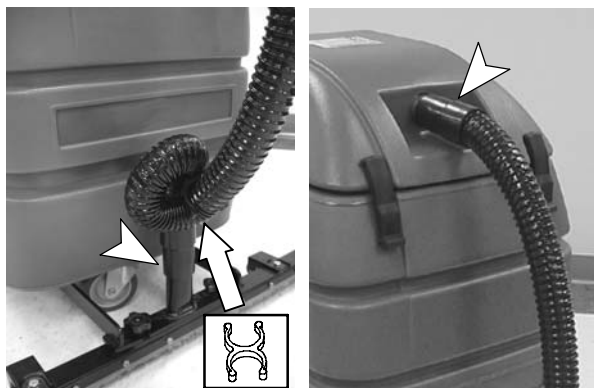

FIG. 7
11. Branchez le tuyau d'aspiration de 117 cm (46 in) sur le bloc de raclage et sur le rebord du couvercle de la machine (Figure 7).